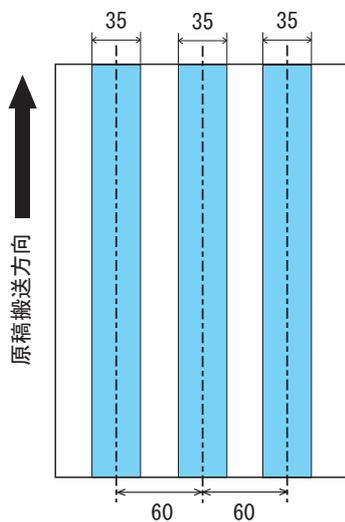

図1
- 原稿の中央、左側、右側の 35 mm (1.4 インチ) の領域には、穴あけをしてはいけません。(図 1 参照)
- 原稿の中央、左側、右側の 35 mm (1.4 インチ) の領域には、のりなどで他の原稿を貼り付けてはいけません。(図 1 参照)
- 図 1 の領域は、Software Operation Panel を使って変更することができます。詳しくは、「8.4 マルチフィード検出の設定」（148 ページ）を参照してください。